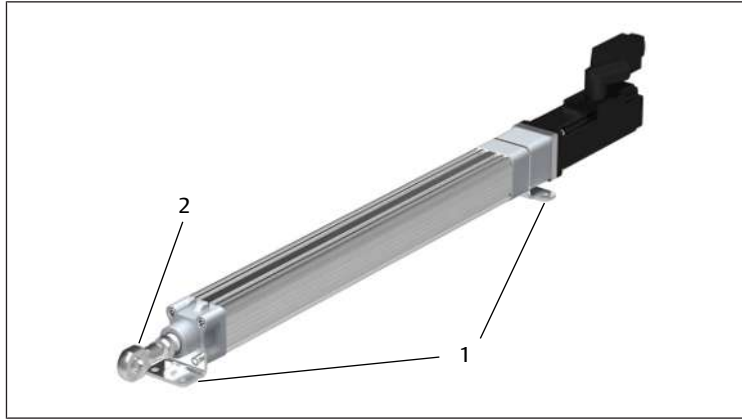

Fig. 9: Vissage du tenon à rotule et des accessoires de montage
- Visser fermement le tenon à rotule (2) et les accessoires de pose (1) sur la machine ou l'installation. Voir → Fig. 9.